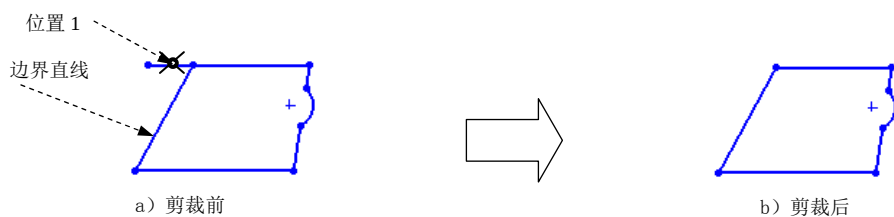

图 2.13.4 剪裁草图实体
Step3. 剪裁草图实体(图 2.13.4)。选择下拉菜单 **工具(T)** → **草图工具(T)** →  **剪裁(C)** 命令, 系统弹出“剪裁”对话框; 在“剪裁”对话框选择  (强劲剪裁)方式; 在图形区单击图 2.13.4a 所示的位置 1, 以选择要剪裁的草图实体, 选取图 2.13.4a 所示的直线作为剪裁边界; 在“剪裁”对话框中单击  按钮, 完成剪裁操作。